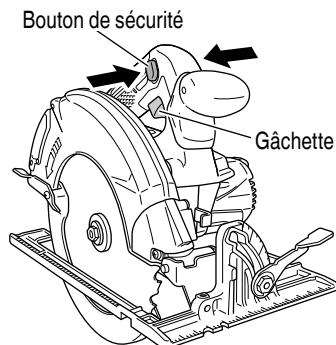

Fig. 24
3. Utilisation du commutateur (Fig. 24) (gâchette et commutateur d'éclairage)